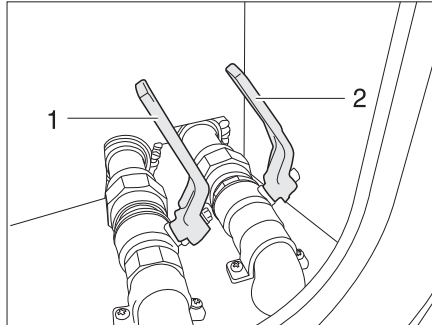

Fig. 210 Robinet de vidange dans le double plancher
Le robinet de vidange (Fig. 210,1) est monté dans le double plancher. Le robinet de vidange est désigné par l'inscription "Wasser" (eau).
- Ouvrir le robinet de vidange (Fig. 210,1). L'eau s'écoule.